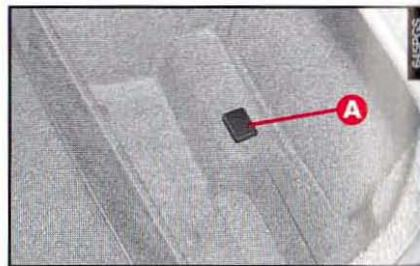

fig. 11
- accéder au commutateur de la sirène en enlevant le bouchon (**A-fig. 11**) sur le côté droit du coffre;